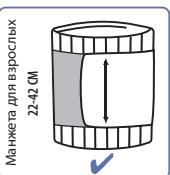

Рис. 5
- Манжета подходит для использования, если концы стрелок находятся в пределах полосатого рисунка на другой стороне манжеты, когда манжета плотно прилегает к руке (рис. 5).